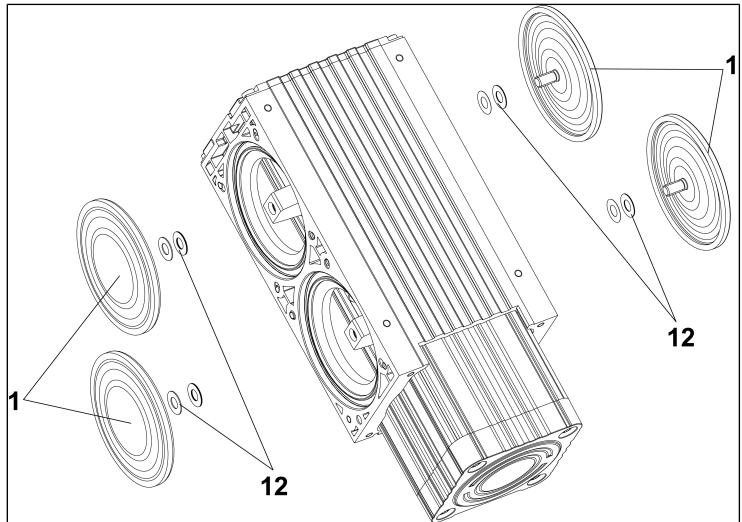

Fig.13: Cambio de membranas
1. Desenroscar las dos membranas (**1**/Fig. 13) a mano en el sentido contrario a las agujas del reloj.
- i** Tener precaución de que las arandelas de ajuste situadas en la membrana y la biela (**12**/Fig. 13) no caigan en la carcasa de la bomba. El montaje de un número de arandelas de ajuste (**12**/Fig. 13) igual al anterior es un requisito previo para garantizar el rendimiento neumático de la bomba.
2. Atornillar las nuevas membranas (1/ Fig. 13) a mano en la rosca de la biela y apretarlas fuerte.
3. Colocar las membranas (1 Fig. 13) en posición central.